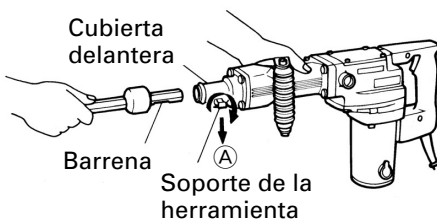

Fig. 2
- (1) Limpie y engrase la espiga con la grasa proporcionada.
- (2) Deslice el soporte de la herramienta en la dirección de la flecha **A** y gírela 180°. Gire la ranura de la barrena hacia abajo e introdúzcala completamente en el orificio hexagonal de la cubierta frontal. (Fig. 2)
- (3) Gire el soporte de la herramienta y alinee la marca de la cubierta frontal con la marca del soporte de la herramienta para fijarlo.